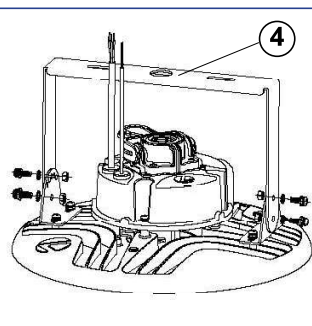

Figure 4
2.4 Una vez instalada la ménsula de montaje (4) en superficie, alinee las patas verticales de las bases (1) de montaje con la ménsula de montaje y fijelas a la ménsula con los tornillos hexagonales y las arandelas de seguridad suministrados (consulte la Fig. 4).